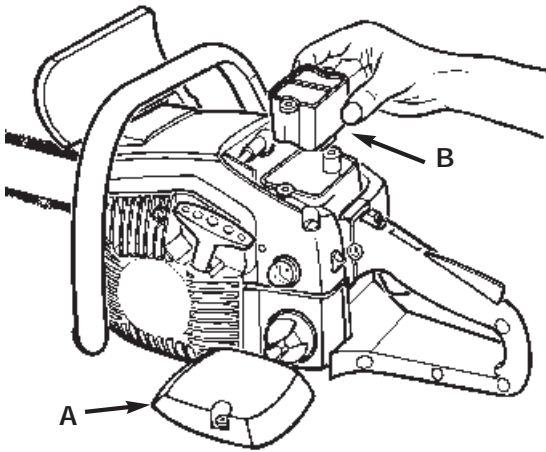

Fig. 31
1. Remueva la cubierta (A) y levante el filtro de aire hacia afuera (B) (Fig. 31).